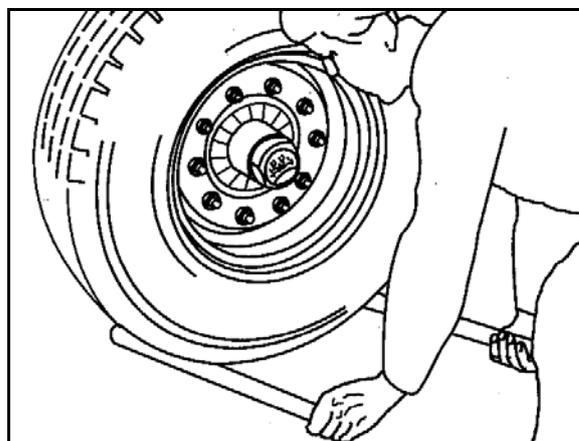

Fig. 170
1. Desenroscar las dos cubiertas protectoras (Fig. 170/1) de la parte interior del tambor del freno.
La suciedad procedente del exterior puede acumularse sobre los forros del freno (Fig. 170/2) y perjudicar seriamente el rendimiento de frenado.